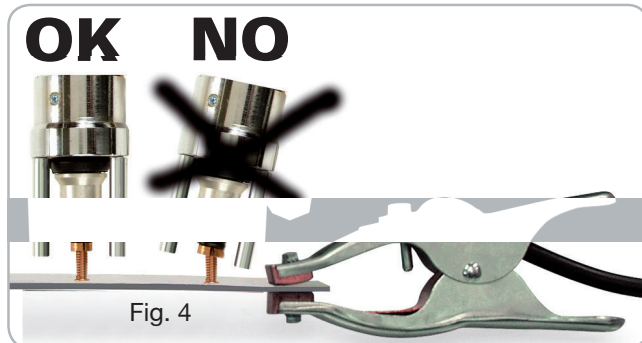

Fig. 4
- La pistola va estratta tenendola perfettamente allineata al perno per non deformare la pinza (Fig4).